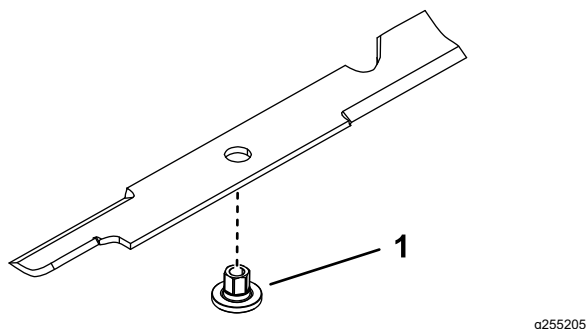

Figura 80
1. Instale el buje a través de la cuchilla con la brida del buje en el lado inferior (lado del césped) de la cuchilla (Figura 80).